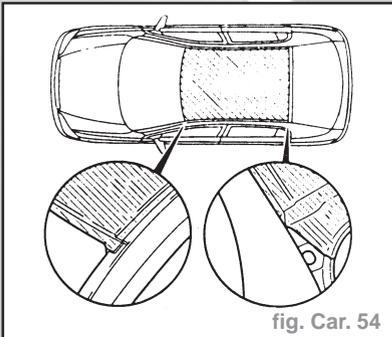

fig. Car. 54
- Enlever le toit par forage. Découper le toit au niveau du collage de l'arceau au moyen du couteau thermique MKM-590-A. Retirer le toit (fig. Car. 54). Tenir compte de la dimension de la pièce neuve.